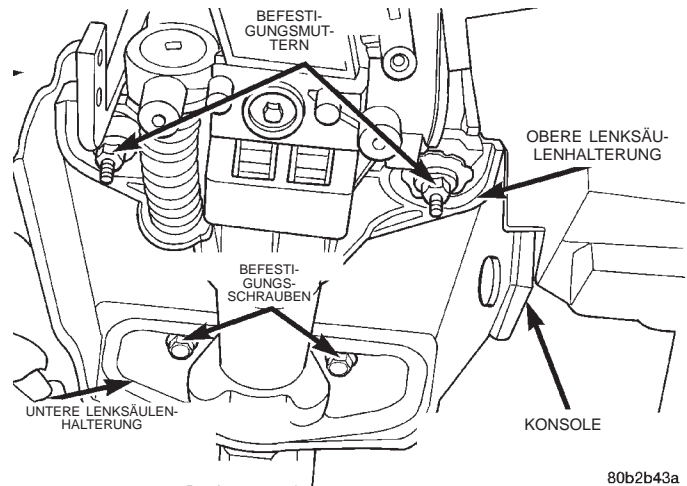

Abb. 25 Befestigung/Lenksäule
(31) Die beiden Muttern ausbauen, mit denen die obere Lenksäulenhalterung an der Konsole befestigt ist (Abb. 25). Dann die beiden Schrauben lockern, mit denen die untere Lenksäulenhalterung an der Konsole befestigt ist (Abb. 25).
(32) Zum Ausbau die Lenksäule nach hinten von der Konsole abziehen und vorsichtig aus dem Fahrzeug herausnehmen.
(1) Lenksäule an der Konsole montieren. Die beiden Befestigungsmuttern locker aufschrauben.
(2) Die beiden oberen Befestigungsmuttern locker eindrehen (Abb. 25), um die Lenksäule zu fixieren. Die Lenksäule in der Mitte zwischen beiden Seiten der Halterung zentrieren und die beiden unteren Befestigungsschrauben eindrehen (Abb. 25). Dann die beiden oberen Befestigungsmuttern gleichmäßig anziehen, bis die Lenksäulenhalterung an der Konsole anliegt. Die beiden oberen Befestigungsmuttern zuerst, dann die beiden unteren Befestigungsschrauben mit einem Anzugsmoment von je 12 N·m (105 in. lbs.) festziehen.